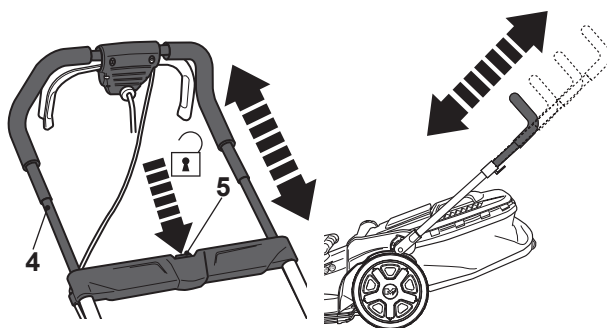

Fig. 4
- > Pressione o botão de desbloqueio (5) e mantenha-o na posição enquanto ajusta a altura do guiador superior (4) puxando ou pressionando (Fig. 4).